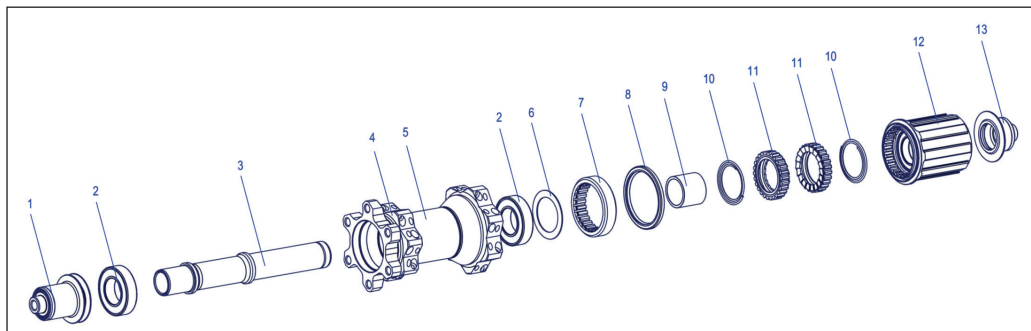

figure 2: Aperçu de moyeu de roue arrière avec Ratchet System®
1. Serrer la coupelle gauche (figure 2/1) dans un étau.
3. Serrer la coupelle droite (figure 2/13) dans un étau.
5. Retirer prudemment le rotor (figure 2/12) du moyeu.
6. Retirer les ressorts (figure 2/10), les disques dentés (figure 2/11) et la douille (figure 2/9) du moyeu.
3. Desserrer la bague filetée [figure 2/7] par rotation du moyeu dans le sens inverse des aiguilles d'une montre et la dévisser.
- Le joint (figure 2/8) placé devant la bague filetée sera détaché de son siège où il est pressé par le dévissage de la bague filetée.
- Retirer la bague filetée (figure 2/7), le joint (figure 2/8) et la bague d'adaptation (figure 2/6).
- Chasser le roulement à billes (figure 2/2) du côté opposé à l'entraînement avec de légers coups de marteau sur l'axe.
1. Insérer l'axe (figure 2/3) avec le côté court à travers le deuxième roulement à billes (figure 2/2) du côté entraînement.
2. Contrôler l'absence de dommages tels que fissures, etc. sur le rotor (figure 2/12).
3. Insérer le côté long de l'axe (figure 2/3) dans la douille de montage.
5. Poser le nouveau roulement à billes (figure 2/2) avec le côté coloré vers l'extérieur sur le carter de moyeu.
8. Retirer l'axe (figure 2/3) du carter de moyeu.
2. Enfiler la bague fileté (figure 2/7) avec l'encoche vers le haut sur l'outil de bague fileté.
3. Placer la bague d'adaptation (figure 2/6) dans l'encoche de la bague fileté.
8. Enfiler l'axe (figure 2/3) avec le côté court vers le bas dans la douille de montage.
10. Mettre en place le joint (figure 2/8) sur l'outil de montage de joint.